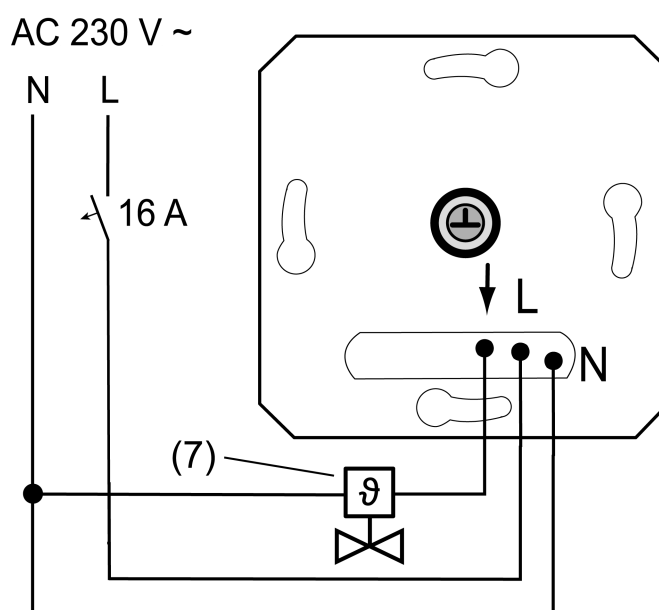
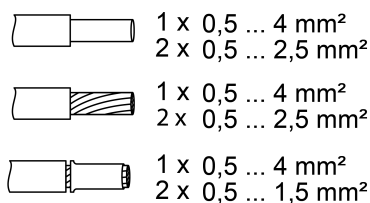

Imagen 2: Ejemplo de conexión del mecanismo de control
Imagen 3: Sección transversal enchufable del conductor
- Conectar el accionamiento regulador electrotérmico (7) al mecanismo de control (1) según el plan de conexiones (Imagen 2). Tenga en cuenta las secciones transversales del conductor (Imagen 3).
- Colocar el marco cobertor (2), la placa central (3) y el botón de manejo (4).